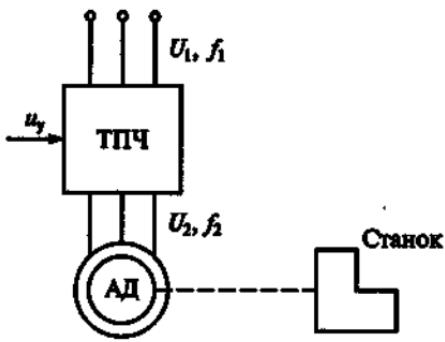

Рис. 264
11.33. В схеме на рис. 264 асинхронный короткозамкнутый электродвигатель (АД) питается от тиристорного преобразователя частоты (ТПЧ) и работает по естественной механической характеристике при $f_2 = f_1 = 50$ Гц. Как, используя сигнал управления u_r , надо изменить частоту f_2 для уменьшения скорости двигателя вдвое?
11.34. Какое торможение экономично для частотно-регулируемого асинхронного электропривода, схема которого показана на рис. 264?